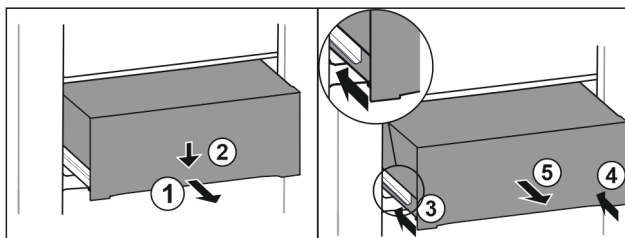

Fig. 104
- ▶ Extrageți pe jumătate sertarul. Fig. 104 (1)
- ▶ Apăsăți în jos sertarul pe partea frontală. Fig. 104 (2)
- ▶ Inserați șina stângă aproximativ 2 cm. Fig. 104 (3)
- ▶ Inserați șina dreaptă aproximativ 2 cm. Fig. 104 (4)
- ▶ Extrageți sertarul spre înainte. Fig. 104 (5)